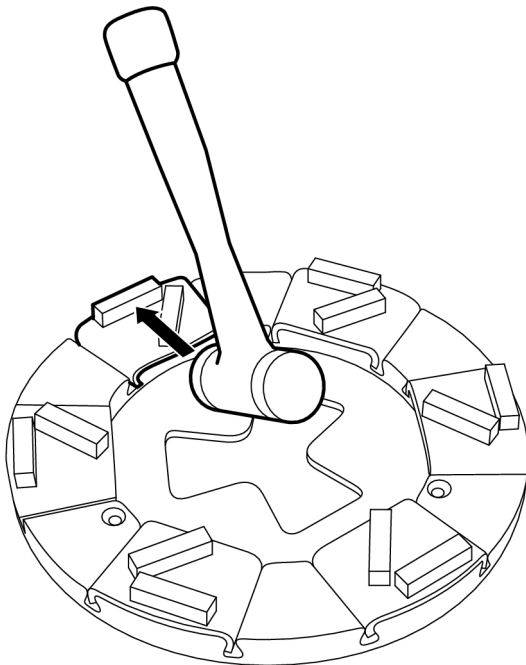

Bild 4-14. Lossning av slipverktyg
2. Lås slipverktyget i verktygshållaren genom att slå några lätta slag med en hammare, se Bild 4-14, sidan 25.
3. Lås slipverktyget i verktygshållaren genom att slå några lätta slag med en hammare, se Bild 4-14, sidan 25.